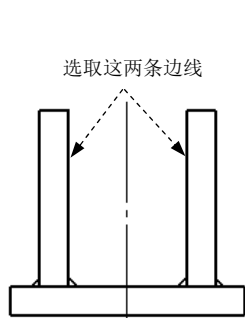
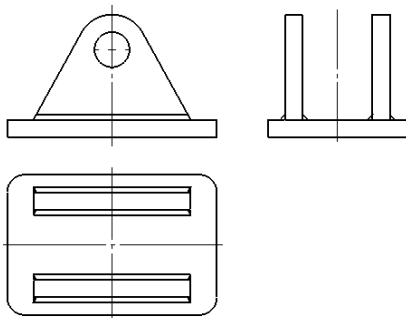

图 9.2.7 选取要创建中心线的边
图 9.2.8 创建中心线
(1) 选择命令。选择下拉菜单 **插入(I)** → **注解(A)** → **中心线(C)...** 命令，系统弹出“中心线”对话框。
(2) 选取要添加中心线的两条直线。选取图 9.2.7 所示的两条直线，在选取的直线间生成一条中心线。
(3) 编辑中心线长度。选取生成的中心线，拖动在中心线端点处显示的夹点，将中心线延长。
(4) 参照上面的步骤为工程图的其他视图添加中心线，结果如图 9.2.8 所示。
(5) 单击“完成”按钮 ，完成中心线的创建。